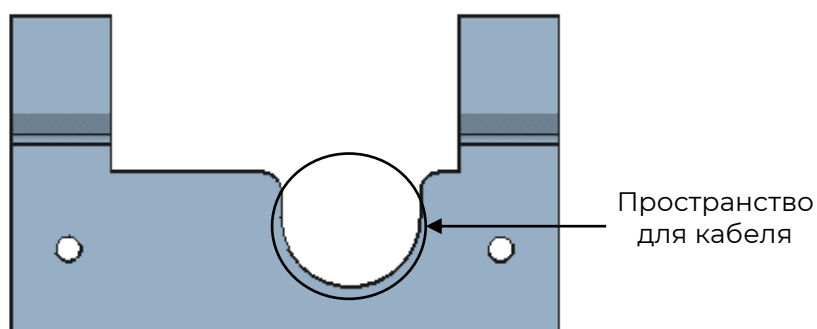

Рисунок 6 – Пространство для кабеля на монтажной пластине
- 5) Осуществите прокладку кабелей в соответствии с рекомендациями, изложенными в пункте 3.2.2. Кабель должен свободно размещаться в специально предназначенном для него пространстве монтажной пластины (см. рисунок 6).